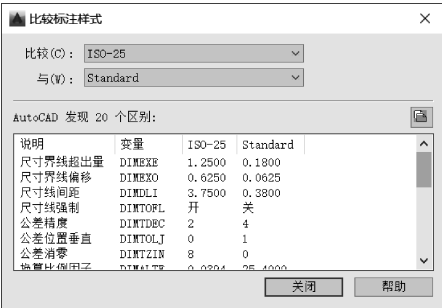

图 9-10 “比较标注样式”对话框
- “比较”按钮：用于对两个标注样式作比较区别。用户利用该功能可以快速了解不同标注样式之间的设置差别，单击“比较”按钮，打开“比较标注样式”对话框，如图 9-10 所示。